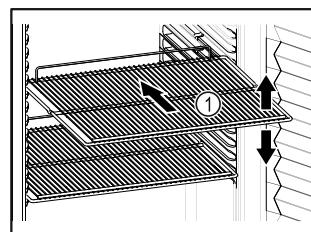

Fig. 40 Representación a modo de ejemplo
- Si los estantes Fig. 40 (1) se pueden mover, ajustarlos según la altura.